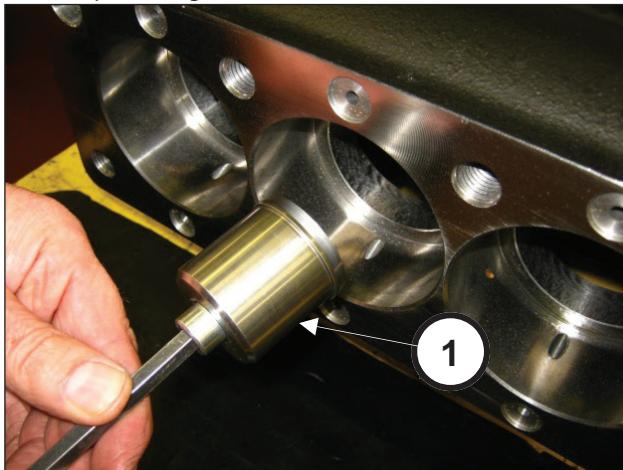

Fig. 34
Insira a ferramenta (pos. ①, Fig. 34) e aperte-o na haste até o batente (pos. ①, Fig. 35).